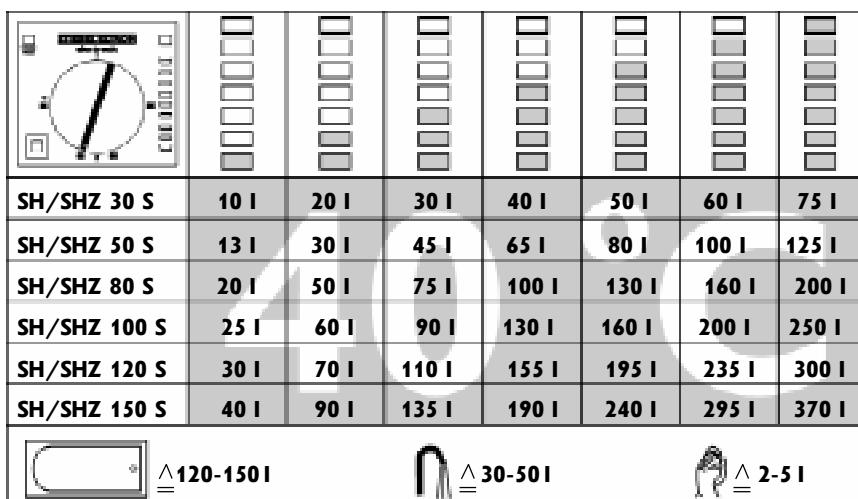

Рис. 4
**Датчик наличия горячей воды (рис.4)**
Изображение на рис.4 расшифровывает показания датчика, показывая, какое количество смешанной воды температурой  $40^\circ\text{C}$  (при температуре приточной холодной воды  $15^\circ\text{C}$ ) Вы получите. Количество смешанной воды зависит от объема водонагревателя, температуры, установленной ручкой выбора температуры на панели управления водонагревателя и
#### Пример (см.рис.4):